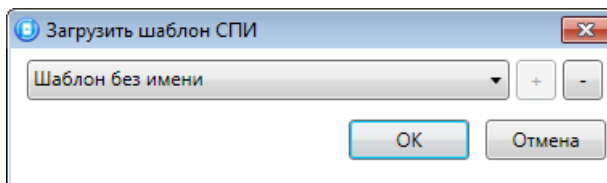

Рисунок 4.43 — Окно *Загрузить шаблон СПИ*
- *Загрузить шаблон настроек:* открытие окна *Загрузить шаблон СПИ* (см. рисунок 4.43), с помощью которого может быть сконфигурирован контроллер по предварительно созданному шаблону. Для того чтобы применить шаблон, выберите его в списке и нажмите кнопку *ОК*. Для того чтобы удалить один из сохраненных шаблонов, выберите его в списке и нажмите кнопку .